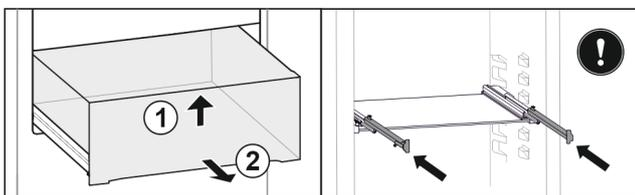

Fig. 27 *
- ▶ Підняти висувний ящик вперед Fig. 27 (1)*
- ▶ Витягнути вперед Fig. 27 (2)*